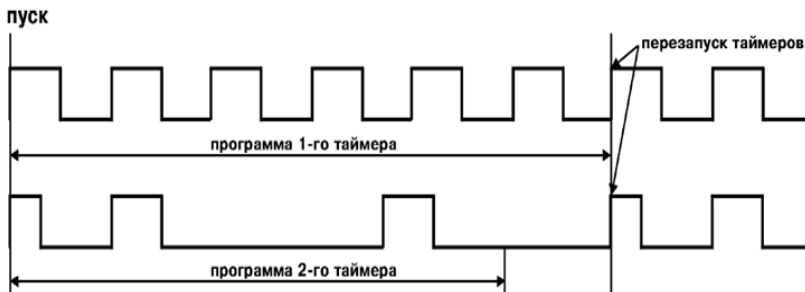

Рисунок 3.16
3.1.7.3 При «rEst» = 2 оба таймера перезапустятся после окончания выполнения программы первого таймера (рисунок 3.16).